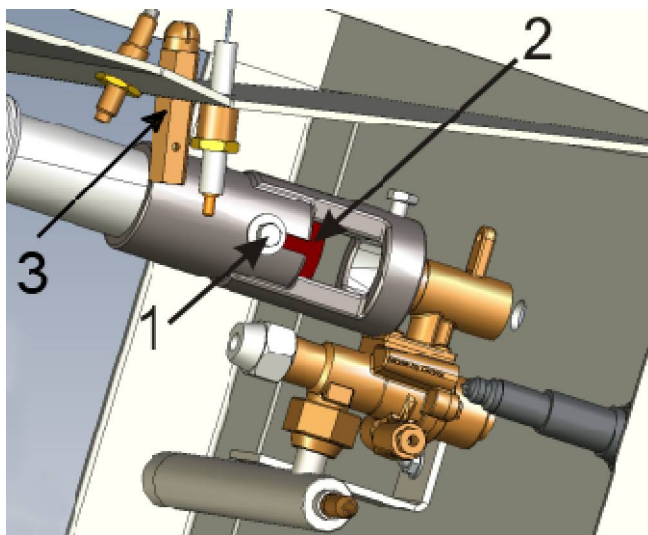

Рис.5. Общая конструкция горелки фритюрницы
- Найдите смеситель основной горелки (рис.5).
- Ослабьте винт 1 (рис.5) и, перемещая цилиндр шибера 2 (рис.5), добейтесь нормального горения пламени. При достижении нормального пламени горелки, затяните винт 1.
- Найдите узел запальной горелки 3 (рис.5).